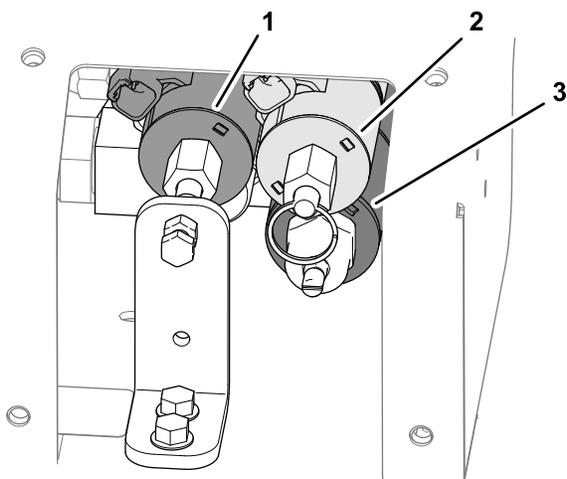

Figura 33
- Localice las 3 válvulas de control (**Figura 33**).